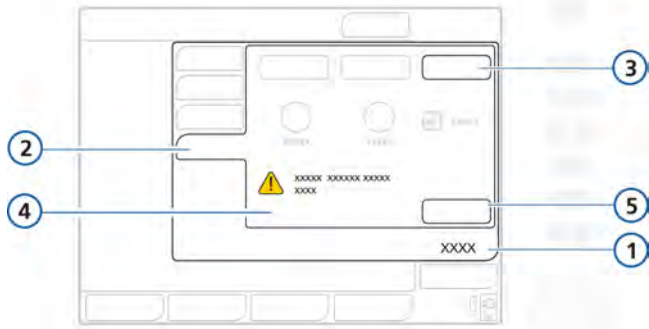

Figura 4-8. Controles TRC
5. En la ventana **Controles** -> **TRC** (figura 4-8), seleccione y ajuste los parámetros que desee.
4. En la ventana **Controles** -> **TRC** (figura 4-8), seleccione y ajuste los parámetros que desee.
1. Abra la ventana **Controles -> TRC** (figura 4-8).